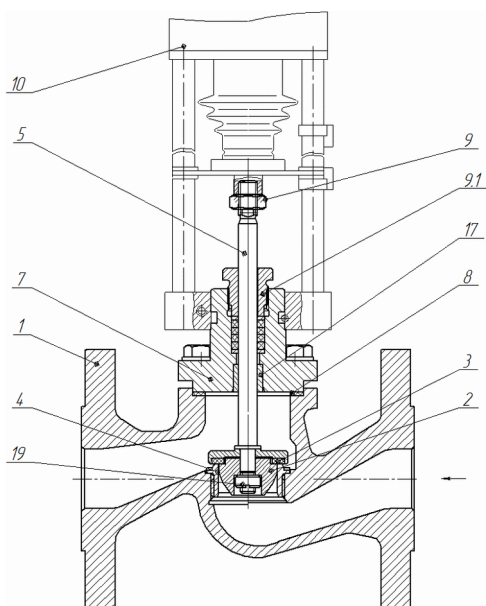

Рисунок 2. неразгруженный по давлению клапан DN 15 – 40. исполнение А.
3.1.2. Неразгруженный клапан (рисунок 2) состоит из следующих основных узлов и деталей: